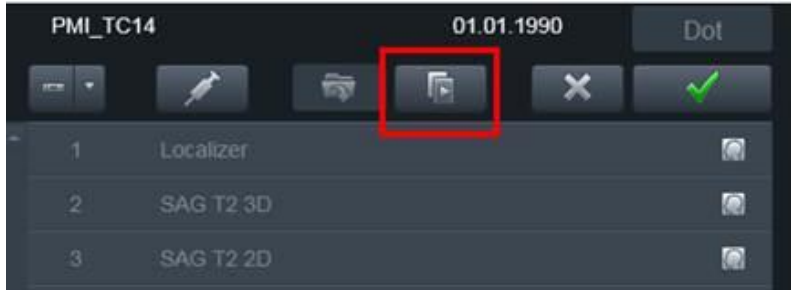

Abbildung 68: Vorlagenschaltfläche „Vorlage ausführen“ in Access-I der MR-Konsole
3. MRT-MTRA: Doppelklicken Sie auf die AX THERM-Vorlage, um sie erneut zu bearbeiten. Klicken Sie auf **Vorlage ausführen** (Abbildung 68).
8. MRT-MTRA: Führen Sie AX THERM auf dem MR-Host aus, indem Sie auf die Schaltfläche **Vorlage ausführen** (Abbildung 68) klicken.